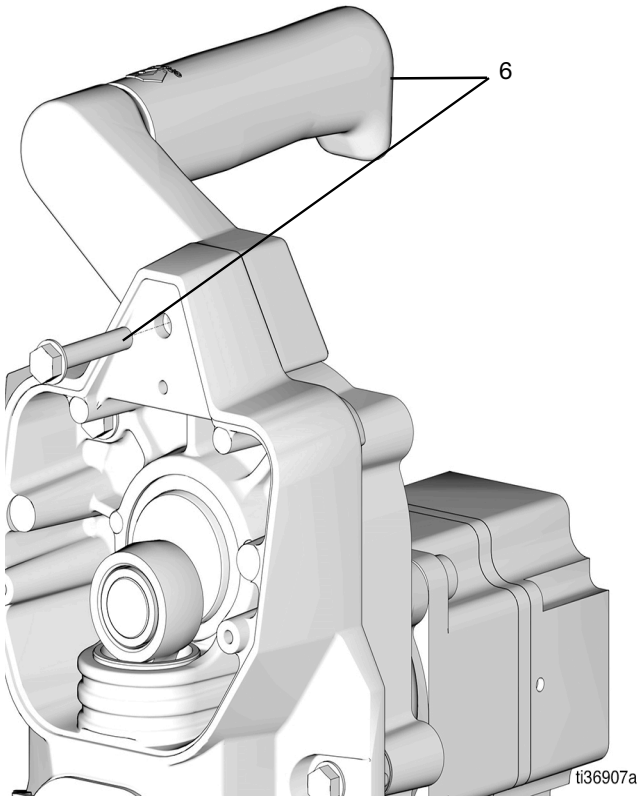

图 13
13. 用螺丝 (6) 将手柄 (6) 牢固拧紧 (图 13)。